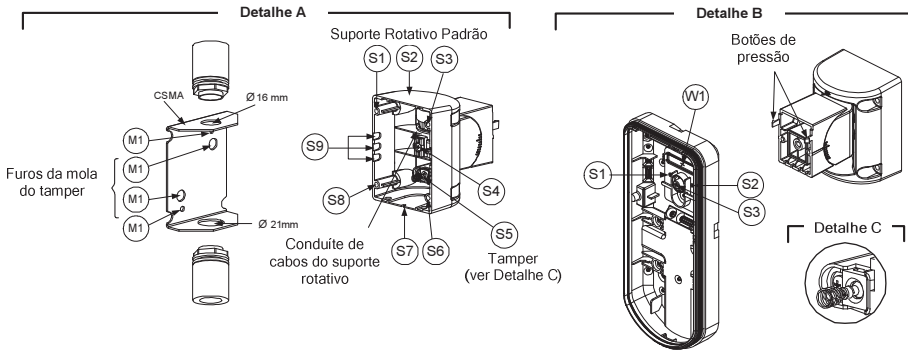

Figura 6
3. Abra os furos pré-marcados na base externa (Figura 6, Detalhe B)
4. No acessório do Suporte Padrão remova os furos pré-marcados de fiação S2, S7 ou S9 (Figura 6, Detalhe A).
5. Remova o tamper de parede da base interna (Veja o item: "Mudando a posição do tamper de parede") e conecte-o no S5 (Figura 6, Detalhe A) do Suporte Padrão.
- a. Insira o cabeamento externo através dos furos pré-marcados S2, S7 ou S9 e puxe-os (incluindo a fiação de tamper) Através da passagem de fiação do suporte padrão (Figura 6, Detalhe B).
Montando o suporte com conduíte (usando o Adaptador Metálico do Suporte de Conduíte - AMSC, Figura 6, Detalhe A)
- Insira os cabos externos e os fios do tampão na passagem de fiação do Conduíte (Figura 6, Detalhe A).
- Insira os fios do tampão e os cabos externos através do furo pré-marcado W1 do Suporte Padrão na base externa (Figura 6, Detalhe B).